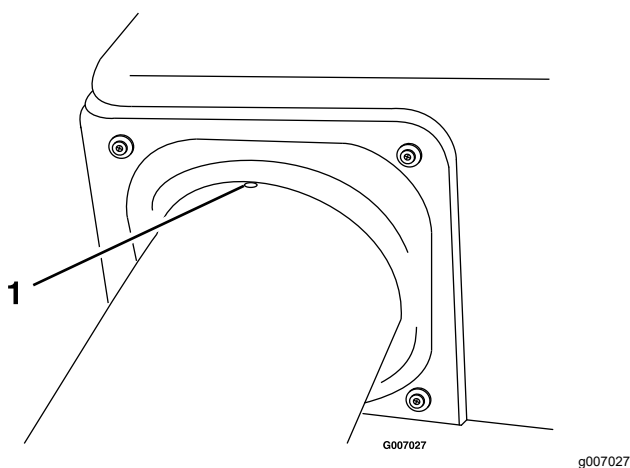

Figure 16
7. Alignez la dépression sur le tube supérieur sur l'extrémité du joint de la trémie, et centrez-la entre les 2 vis (Figure 16).